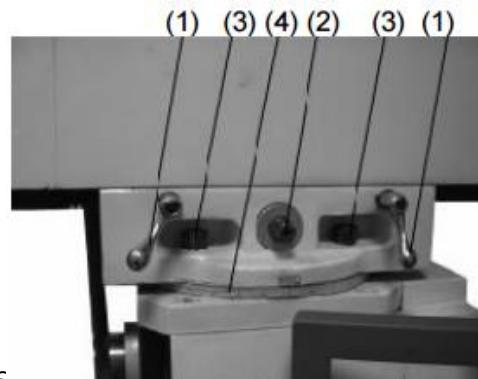
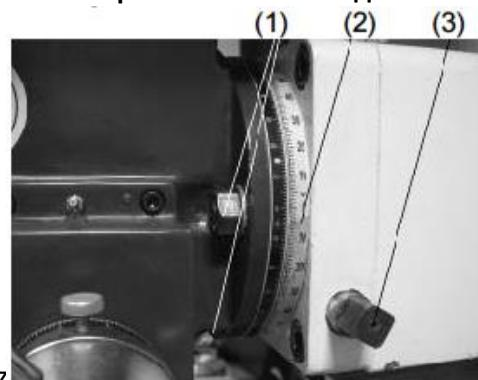

Рис.6
Рис.7
Взаимное расположение рукояток коробки скоростей вертикального шпинделя позволяет установить необходимую частоту вращения, Рис.6
Для перемещения консоли с вертикальным шпинделем необходимо ослабить 2 рукоятки (1) направляющих и поворачивая ключом вал (2) установить консоль в необходимое положение. Зафиксируйте консоль 2 рукоятками (1), Рис.7 Для поворота консоли необходимо ослабить 4 фиксирующих винта (3) и поворачивая вручную, установить консоль в необходимое положение. Угол поворота можно контролировать по шкале (4), Рис.6.
извлечь позиционирующий штифт и поворачивая ключом 4x-гранный винт (3) влево или вправо, установить голову в необходимое положение, угол наклона можно контролировать по шкале (2), Рис.7. Зафиксируйте выбранное положение, затянув 2 гайки (1).